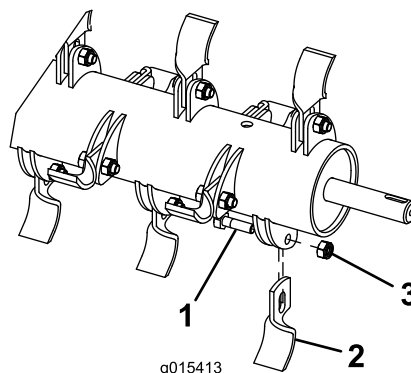

Figura 6
1. Tenendo la lama con un panno o un guanto bene imbottito, rimuovete dado, bullone e lama (Figura 6).
3. Montate una nuova lama con dado e bullone nuovo (Figura 6).